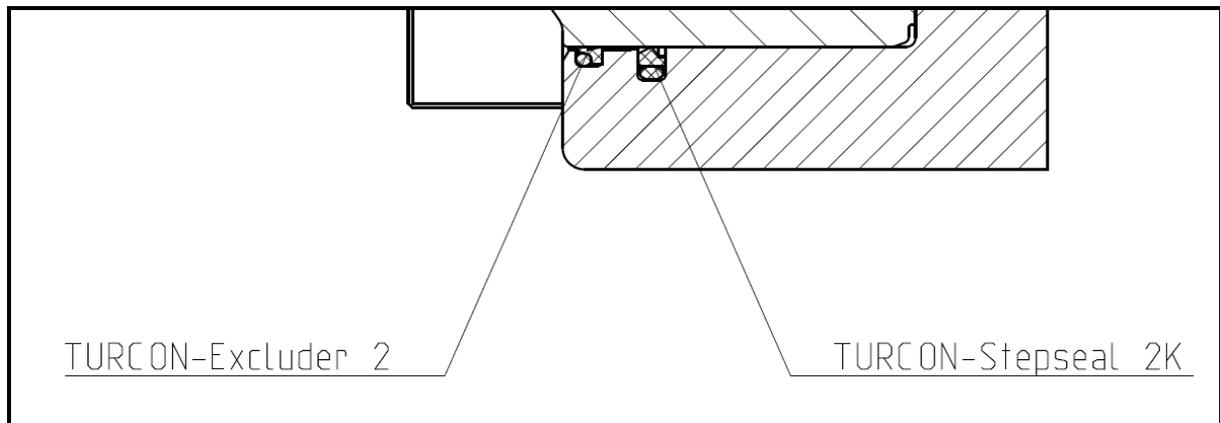

Bild 11.3
- Entfernen Sie den Turcon-Excluder 2 Pos. 5 und anschließend den Turcon-Stepseal 2K Pos. 4 aus dem Bremsgehäuse Pos. 2. Setzen Sie die neue Dichtung in das Bremsgehäuse ein. Achten Sie hier auf die richtige Einbaulage der Dichtung siehe Bild 11.3. Der Einbau sollte nur mit der Hand erfolgen, damit die Dichtkante nicht beschädigt wird. Für den leichteren Einbau kann die Dichtung in eine Nierenform gebogen und in die Nut gelegt werden. Ölen Sie die Dichtung leicht ein. Drücken Sie den Kolben mit einer Presse oder treiben Sie ihn durch Schläge mit einem Kunststoffhammer zentrisch in die Zylinderbohrung bis zum Anschlag ein.